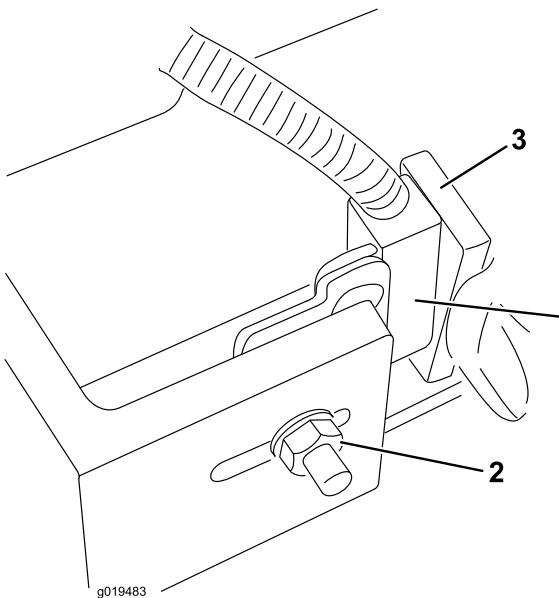

Figura 80
2. Allentate il dado del bullone a testa tonda che fissa la staffa portainterruttore del braccio di sollevamento al braccio di sollevamento n. 4, 6 o 7 (Figura 80).